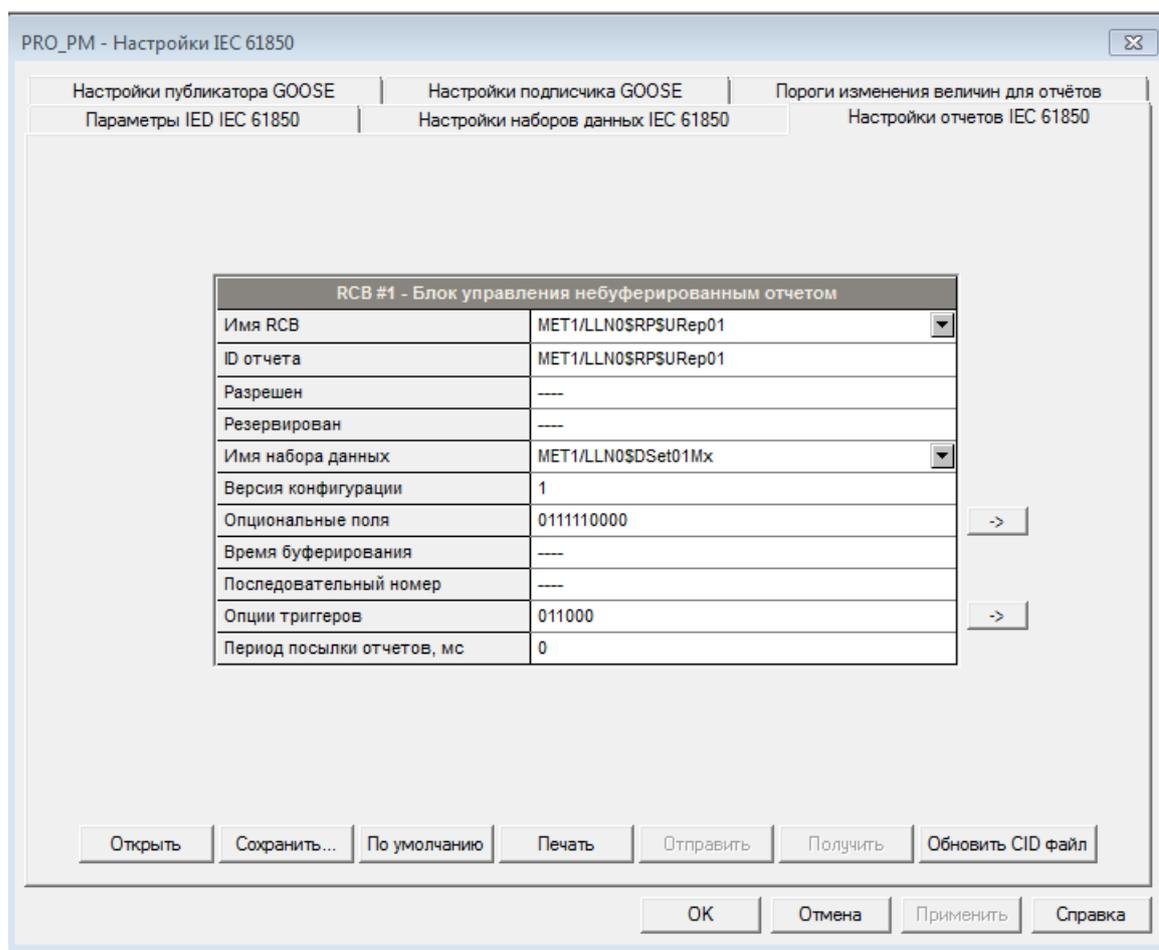

Рисунок 121 – Настройки отчетов МЭК 61850
1. Выберите на панели меню ПО PAS «Настройки» – «Настройки IEC 61850», в открывшемся окне выберете вкладку «Настройки отчетов IEC 61850» (рисунок 121).